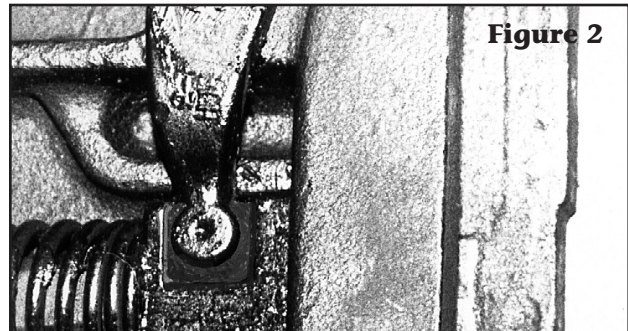

Figure 2
2. Lubrifiez la queue et les faces du piston avec une graisse légère. Installez le ressort (18) sur la queue du piston (17), insérez-le dans les fentes du piston dans le moulage. Utilisez le bloc auxiliaire pour maintenir le piston (17) en place avec le ressort comprimé.
3. Vérifier le montage du levier de déverrouillage (15) et du piston (17). L'extrémité arrondie du levier de déverrouillage doit s'insérer librement dans la fente du piston. Si les pièces ne s'emboîtent pas librement, il sera nécessaire d'ébavurer l'extrémité arrondie du levier de déverrouillage (voir **Figure 2**).
1. Installez la vis de réglage (20) dans le trou situé dans la gorge du moulage de la sellette d'attelage. Installez le ressort de compression (23) sur la vis, puis faites glisser la cale de réglage (22) sur la vis. Comprimer le ressort et installer le contre-écrou (21). Serrez la vis avec une clé Allen 1/2" jusqu'à ce que l'écrou affleure l'extrémité du boulon.
5. Installez la bague en nylon (24) dans le levier de déverrouillage (15) de manière à ce que la bride se trouve entre le moulage et le levier. Installez le bras de dégagement (15) dans la fente du piston (voir **Figure 2**), installez la rondelle (13) sur la vis à capuchon (12) et insérez-la à travers le levier de dégagement (15) et vissez dans le moulage.